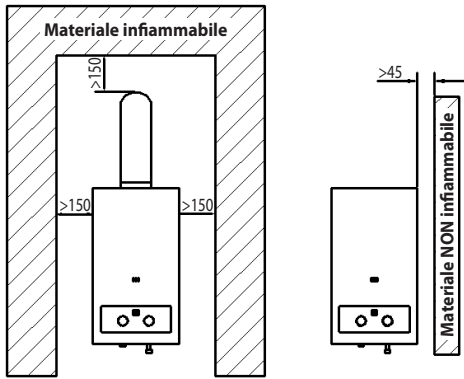

Figura 5.3
• Tenere lo scaldabagno a gas lontano da sostanze combustibili, rispettando la distanza minima indicata nella Figura 5.3.